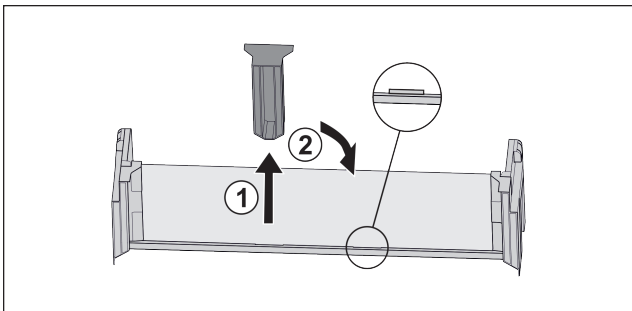

Fig. 114
► Extraire la pièce de retenue centrale Fig. 114 (1).
► Insérer la pièce de retenue centrale en deuxième position Fig. 114 (2).